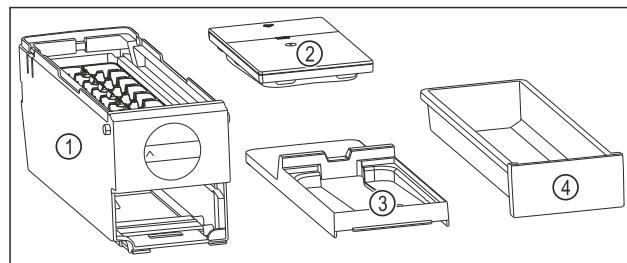

Fig. 70 EasyTwist-Ice 的组成部分
- ▶ EasyTwist-Ice 已被拆解为四部分。[参见 Fig. 70]
- ▶ 仅将 EasyTwist-Ice 拆解成所示的组成部分。[参见 Fig. 70]
- ▶ 将 EasyTwist-Ice 机身 Fig. 70 (1) 作为整体进行清洁。